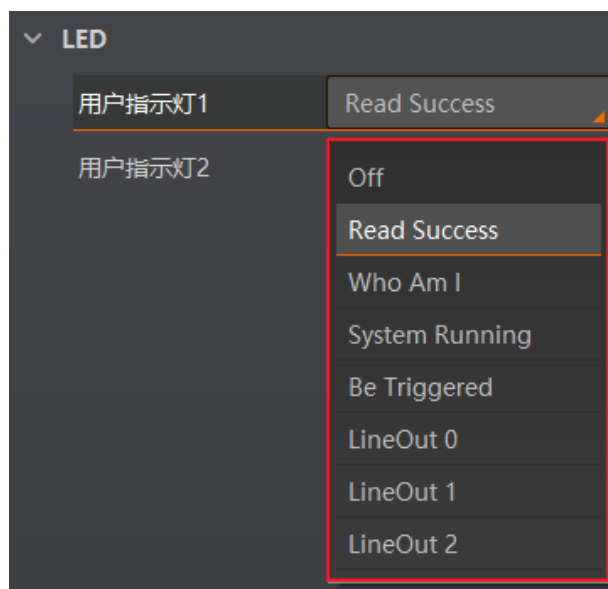

图3-52 用户指示灯功能选项
2. 根据实际需求，在用户指示灯 1 和用户指示灯 2 下选择对应的响应事件，如图 3-52 所示。